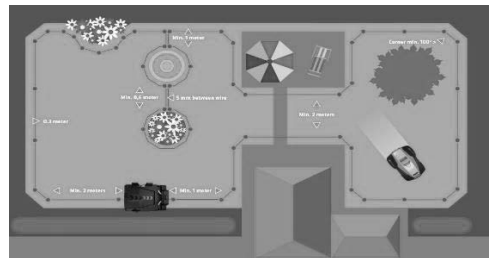

Figura 1
- No haga rincones perpendiculares (90°). Los rincones deben tener el mínimo 100° (figura 1 – p. 61);
Coloca la estación de carga como se muestra en el esbozo (figura 1) e inserte la primera espiga.